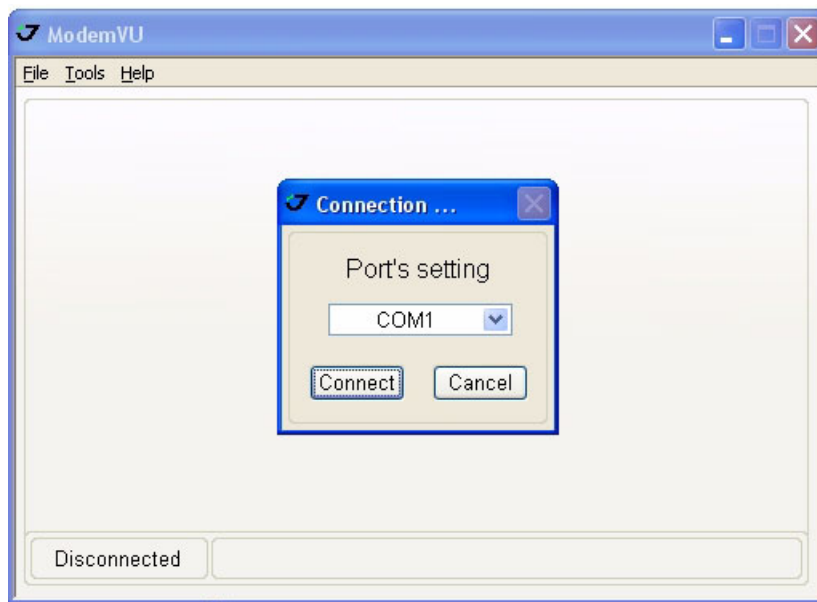

Рисунок 3-2. Соединение с ModemVU
5. Выберите нужный последовательный порт (COM-порт) компьютера, к которому подключен приемник, для установления связи с ПК и нажмите кнопку *Connect* (Рисунок 3-2).